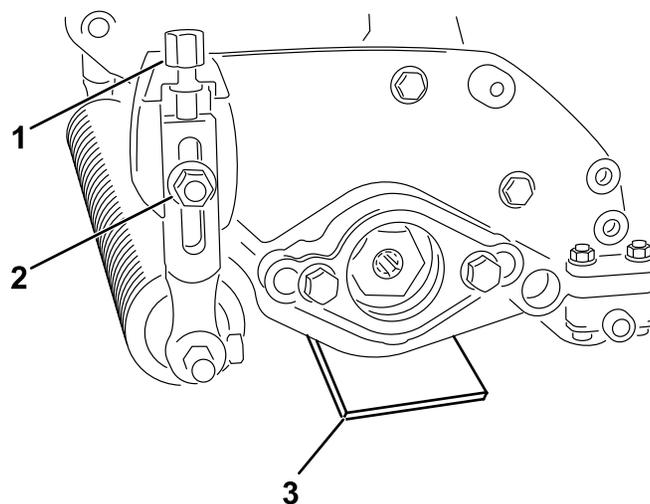

Рисунок 8
2. Поместите измерительную планку, толщина которой соответствует необходимой высоте ножей над уровнем грунта, с обеих сторон блока-скарификатора (Рисунок 8).
3. Опустив валики так, чтобы они касались горизонтальной поверхности, ослабьте обе фланцевые гайки (Рисунок 8).
4. Вращайте болты регулировки высоты скашивания до тех пор, пока обе стороны блока-скарификатора не будут находиться вблизи горизонтальной поверхности (Рисунок 8).